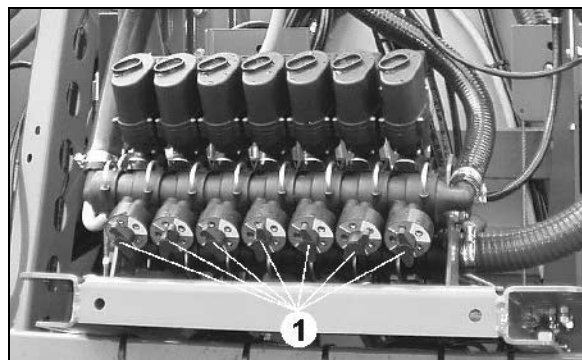
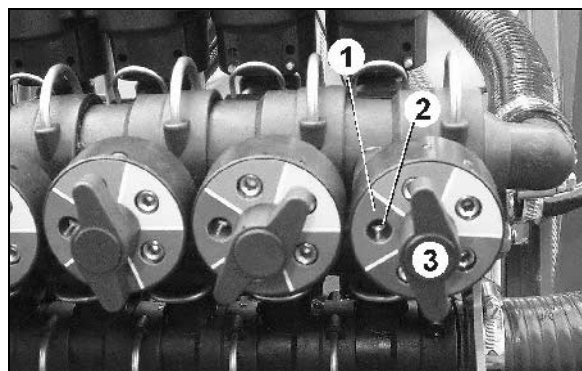

Fig. 3
Fig. 4
7. Los campos marcados de colores de los discos preselectores de presión constante (Fig. 3/1) corresponden a los colores de las toberas respectivas. El campo de color de la tobera seleccionada tiene que apuntar hacia la izquierda. (Fig. 4/1).
8. Preajustar la grifería con los tornillos prisioneros (Fig. 4/2) .
- o Girar el tornillo prisionero (Fig. 4/2) del dispositivo de presión constante asignado a esta válvula para anchos parciales hasta que el indicador de presión de rociado señalice de nuevo una presión exacta de 4 bar. Abrir a continuación este ancho parcial.
10. Una vez preajustada la presión constante para cada tobera, basta con girar el disco de preajuste hacia el color asignado a la tobera para restablecer la presión constante tras un recambio de la misma. Aflojar a tal efecto la tuerca de mariposa (Fig. 4/3) , extraer y girar el disco de presión constante, apretar la tuerca de mariposa.